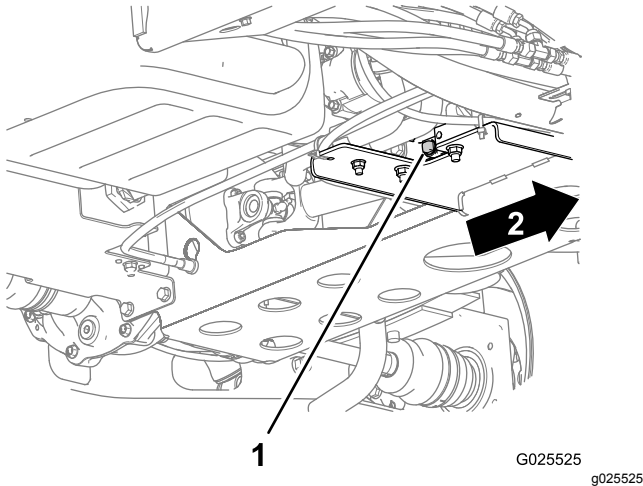

Figure 52
- Placez un grand bac de vidange sous le bouchon de vidange d'huile du moteur (Figure 52).
- Retirez le bouchon de vidange et laissez couler l'huile dans un bac de vidange (Figure 52).